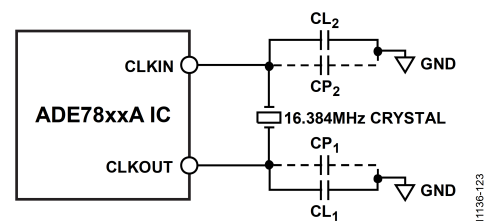

図 90. 水晶振動子回路
16.384MHz のデジタル・クロック信号は、ADE7854A/ADE7858A/ADE7868A/ADE7878A の CLKIN ピンで供給できます。あるいは、図 90 に示すように、仕様規定された周波数の水晶振動子を取り付けます。CL₁ と CL₂ は、水晶振動子ピンに取り付けられたセラミック・コンデンサの容量を示し、CP₁ と CP₂ は、それらのピンの寄生容量を示します。